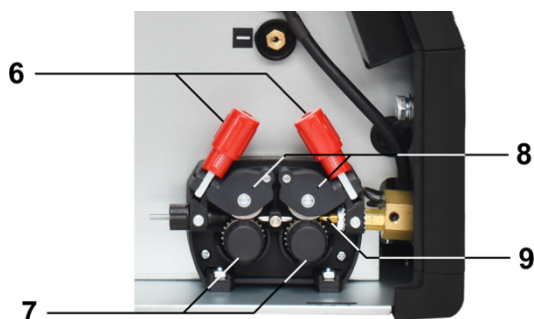
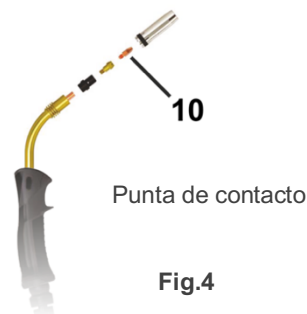

Fig.3 – Motor de hilo
Fig.4
- Los rodillos (7- Fig.3) y la punta de contacto del soplete (10- Fig.4) deben corresponder al diámetro de hilo a utilizar.
- Conducir el hilo por los rodillos (7- Fig.3) y la guía del hilo (9- Fig.3) avanzándolo a la mano unos centímetros. Cerrar las palancas de tracción (8- Fig.3) verificando que el hilo está posicionado sobre la ranura del rodillo. Para ajustar la presión de las palancas de tracción sobre el hilo debe apretarse cuidadosamente el tornillo de regulación (6- Fig.3) hasta verificarse que el hilo avanza. Este ajuste debe ser completado con la máquina en funcionamiento evitando ajustes muy forzados que provocan aplastamiento del hilo.